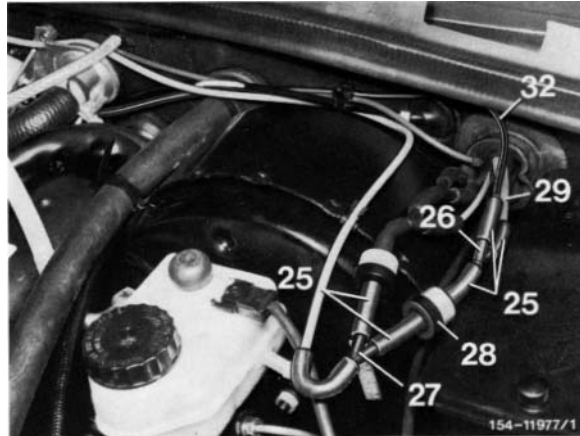

Bild 10
26 Bei Fahrzeugen ohne Zentralverriegelung zwei Verteilerstücke (26 und 27) und das Rückschlagventil (28) mit fünf 30 mm langen Verbindungsstücken (25) zwischen die vorhandene Unterdruckleitung nach Bild 10 montieren.
28 Unterdruckleitung grau/gelb (29) vom Verteilerstück (27) im Motorraum, entlang des Hauptleitungssatzes durch die Vorderwandsäule auf der linken Seite in den Kofferraum verlegen, dazu Abdeckschienen und Teppich am Einstieg lösen, sowie Fondsitz mit Lehne und Trennwand im Kofferraum ausbauen (Bild 10 und 11).